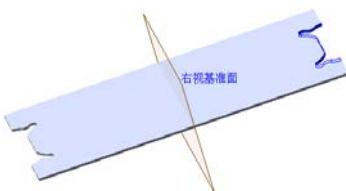
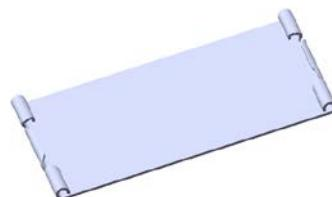

图 5.8 镜像 1
图 5.9 折叠 1
Step5. 创建图 5.8 所示的镜像 1。
- (1) 选择命令。选择下拉菜单 **插入(I)** → **阵列/镜向(E)** →  **镜向(M)...** 命令。
- (2) 定义镜像基准面。选取右视基准面作为镜像基准面。
- (3) 定义镜像对象。选取切除一拉伸 1 作为镜像 1 的对象。
- (4) 单击  按钮，完成镜像 1 的创建。
Step6. 创建图 5.9 所示的钣金特征——折叠 1。